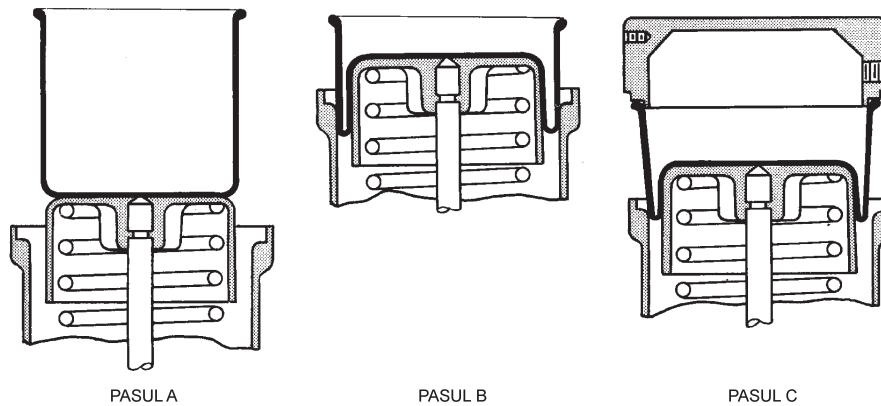

Bild 7 - Metod 1
- I-1. Centra och limma fast membranet (40) ovanpå kolven (43) (se bild 7-metod 1, steg A).
- J-1. Rulla in membranet (40) i fjäderhuset (38) tills membranet delvis sitter i fjäderhuset (se bild 7-metod 1, steg B).